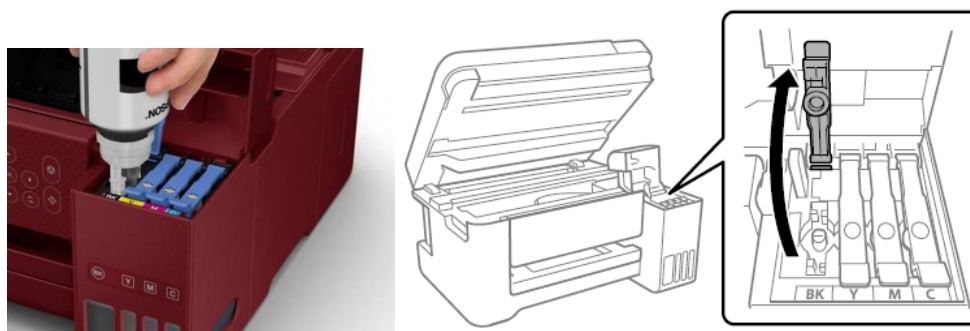

Рисунок 2.6 – Заправка картриджа чорнилом
6. Відкрити кришку чорнильного картриджа та ковпачок, переконатися у правильному кольорі для заправки чорнила і залити його у картридж (див.рис.2.6)